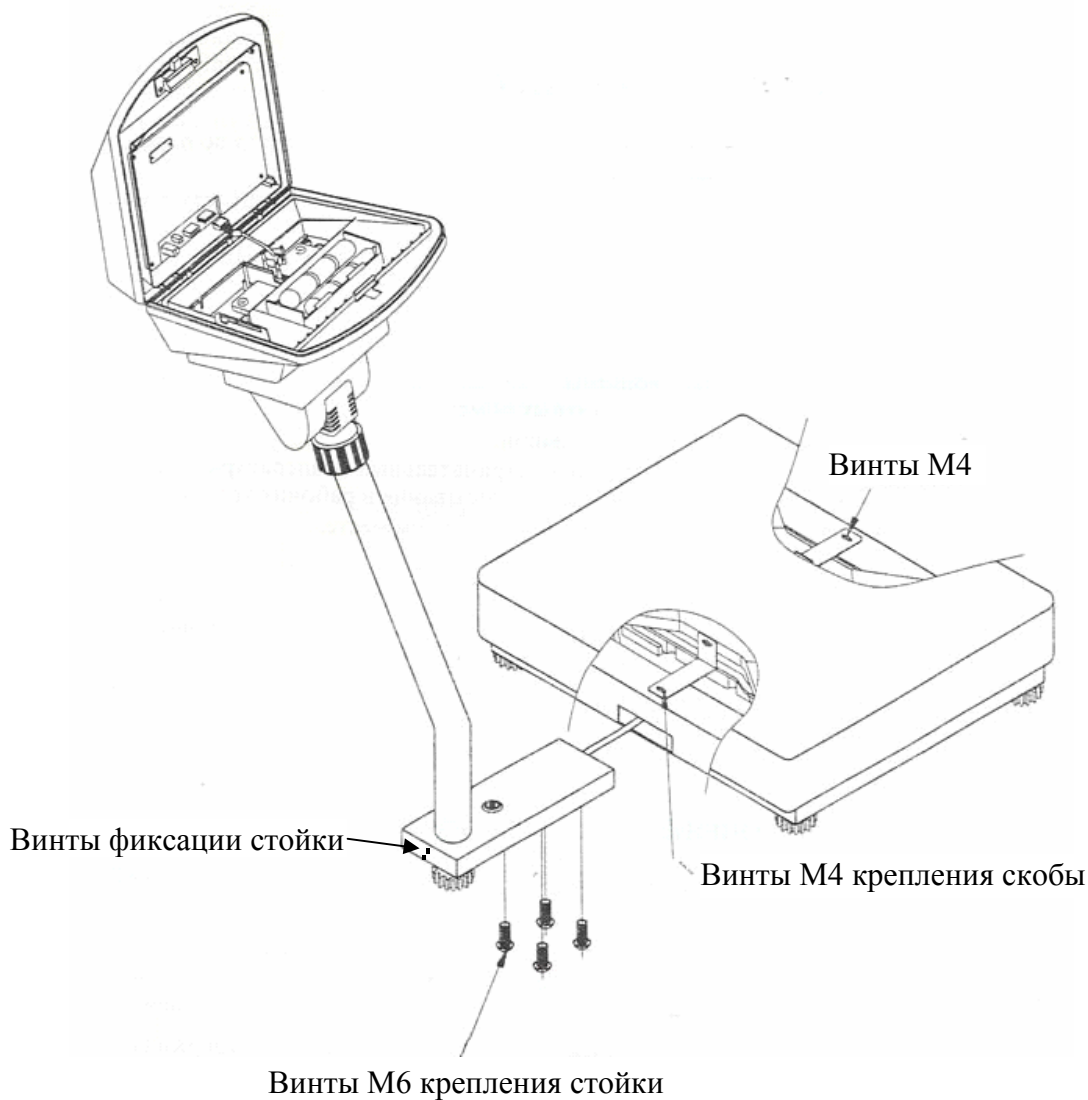

Рисунок 5.1 – Порядок сборки
- ❑ Вставьте стойку в паз корпуса весов и зафиксируйте ее двумя винтами (см. рисунок 5.1), используя шестигранный ключ.